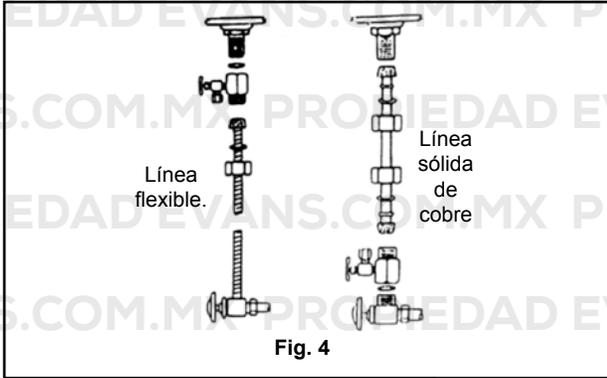

Fig. 4
- 4 Por favor siga la (Fig.4) para la instalación de línea flexible ó de salida sólida de cobre.